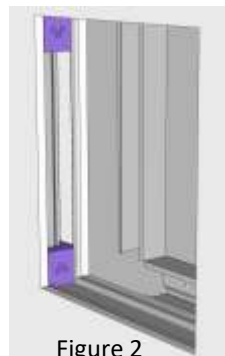

Figure 2
- Insérer et fixer les montants métalliques verticaux de la niche entre les plaques de plâtre et monter la structure de la niche. (figure 2)